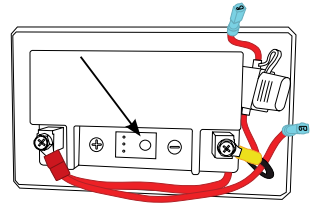
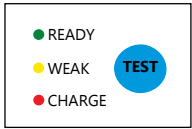

Fig. 3
Fig. 4
- 3.** En la parte superior de la batería (Fig. 3), encontrará un botón marcado PRUEBA. Presione este botón y manténgalo presionado durante tres segundos. (FIG. 4) Si el LED VERDE o AMARILLO se enciende, vaya al Paso 4. Si el LED ROJO se enciende o ninguno de los LED se enciende, vaya a CARGA DE LA BATERÍA en la página 9.